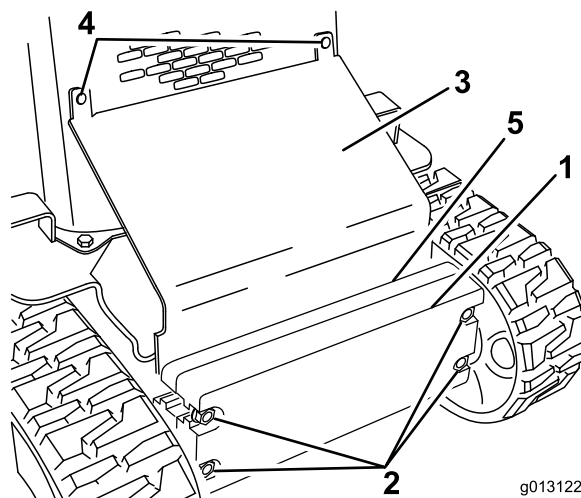

Figura 29
2. Allentate i bulloni di fissaggio dei pesi (Figura 29).
3. Rimuovete i bulloni a testa tonda e i dadi che fissano la piastra inclinata (Figura 29).
10. Fate scorrere la piastra inclinata tra il telaio e i pesi e fissatela alla griglia anteriore con i bulloni a testa tonda e i dadi precedentemente rimossi (Figura 29).
11. Serrate i bulloni di fissaggio dei pesi anteriori (Figura 29).